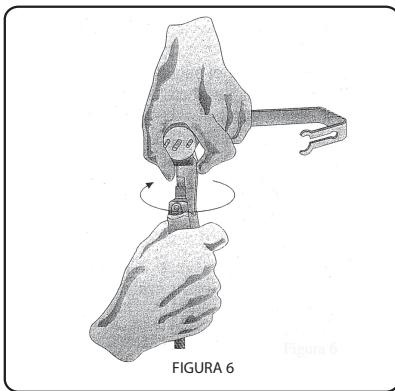

FIGURA 6
- 3 Desenroscar empuñadura de la pistola de su alojamiento (figura 6).